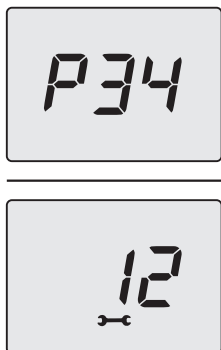

Figura 9.5
- Premere per 1 sec. il tasto 14 (Figura 5.53) per entrare nel parametro selezionato. Il display visualizzerà quanto segue (Figura 9.5).